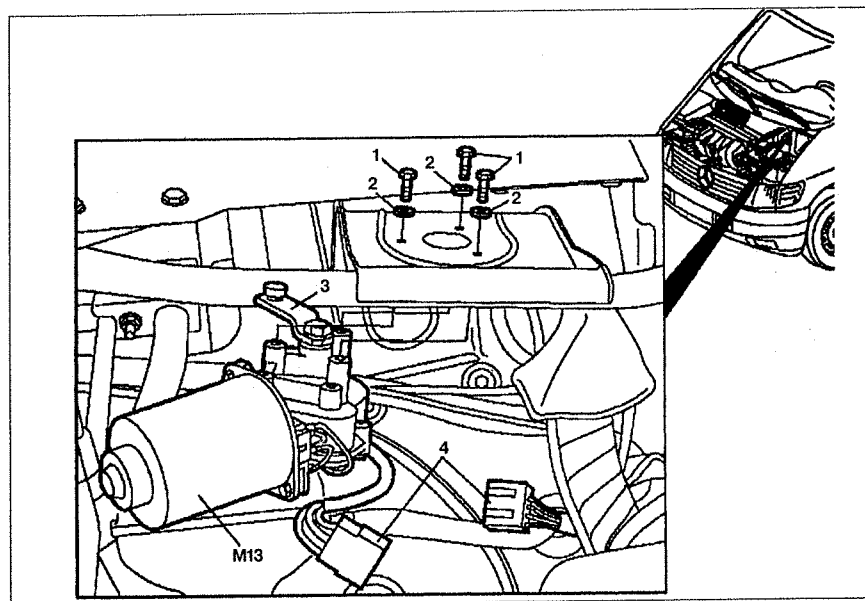

Рис. 10.21. Привод стеклоочистителей:
3. Отцепите соединительную тягу от рычага 3 (см.рис.10.21).